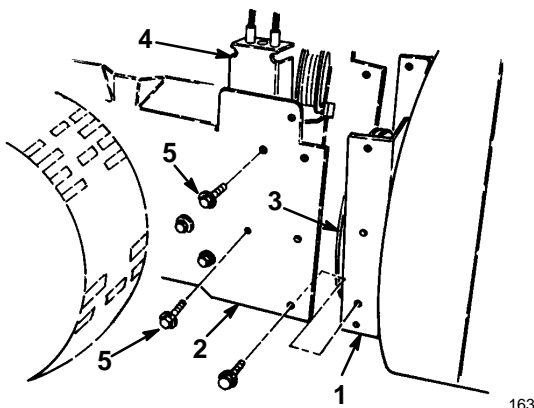

Figure 2
- Déposez les 2 boulons à embase qui fixent l'ensemble de poulies folles au châssis du moteur, puis déposez l'ensemble de poulies folles (Fig. 2).
- Alignez les trous de montage du carter de tarière/roue hélice et du châssis moteur (Fig. 2).